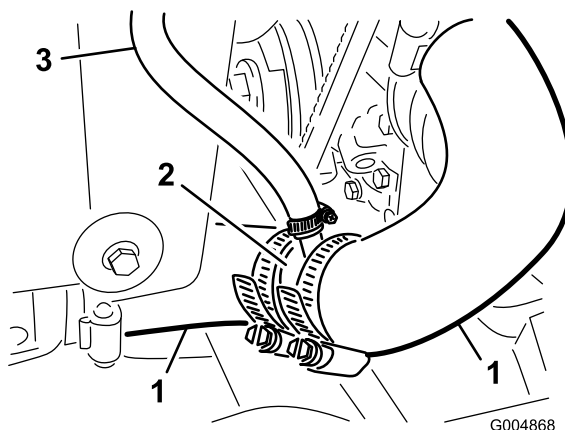
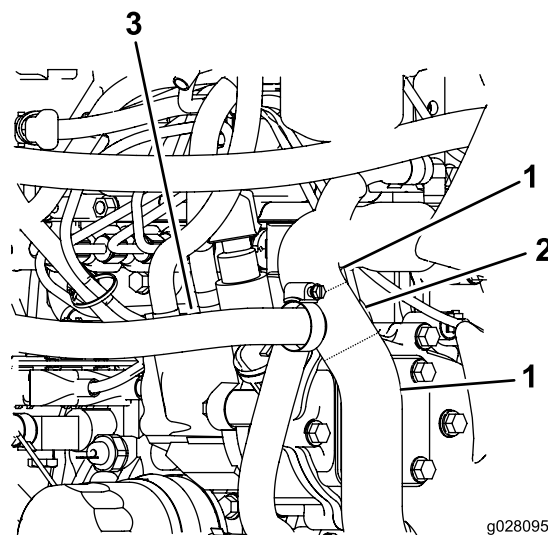

Figura 12
Figura 13
10. Montate il raccordo a T sui flessibili e fissate con fascette stringitubo, come mostrato nella Figura 12 e nella Figura 13.
11. Collegate l'estremità libera del flessibile di ritorno al nuovo raccordo a T nel flessibile del radiatore (Figura 12).